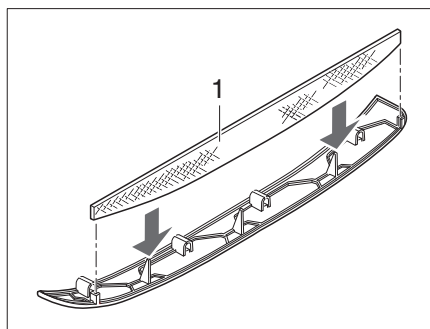
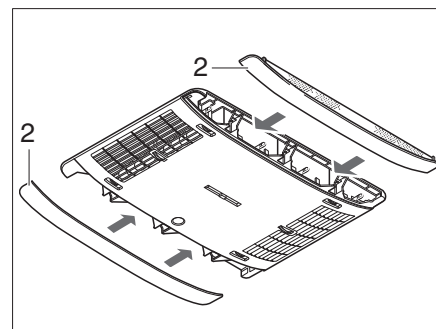

Bild 368 Flusenfilter Klimaanlage
Bild 369 Paneelen Klimaanlage
In den seitlichen Paneelen (Bild 369,2) befinden sich zwei Flusenfilter. Die Flusenfilter müssen in regelmäßigen Abständen, mindestens jedoch alle 6 Monate, gereinigt und bei Bedarf gewechselt werden.
- Paneele (Bild 369,2) vom Luftverteiler abziehen und Flusenfilter (Bild 368,1) reinigen oder bei Bedarf wechseln.